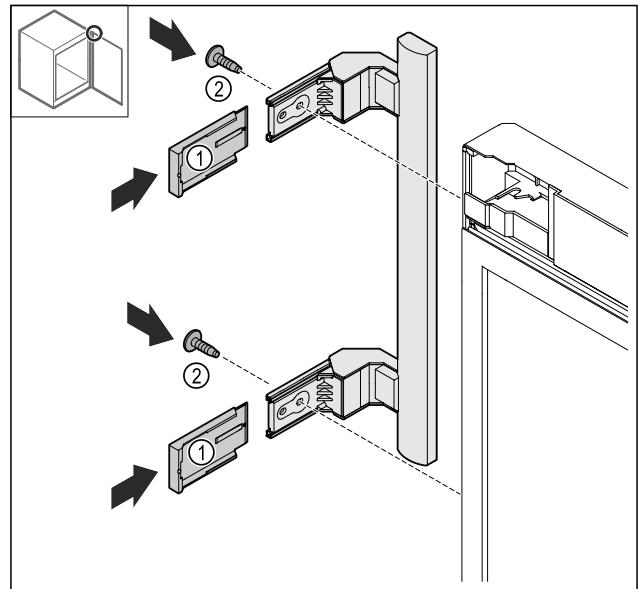

Fig. 20
► Abdeckungen Fig. 20 (1) aufschieben.